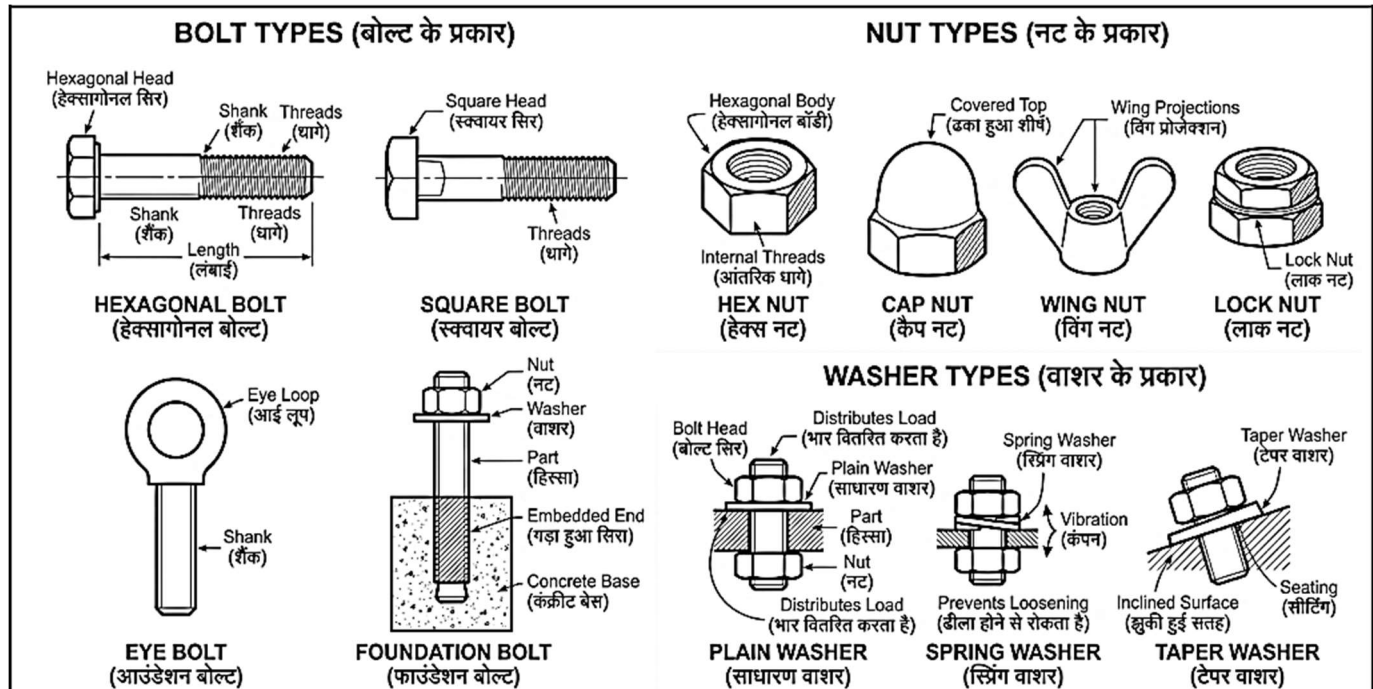

Fig. 7.2: Types of Bolts, Nuts and Washers | बोल्ट, नट एवं वाशर के प्रकार
7.2.1 Introduction (Fig.7.2)
7.2.1 परिचय (Fig.7.2)